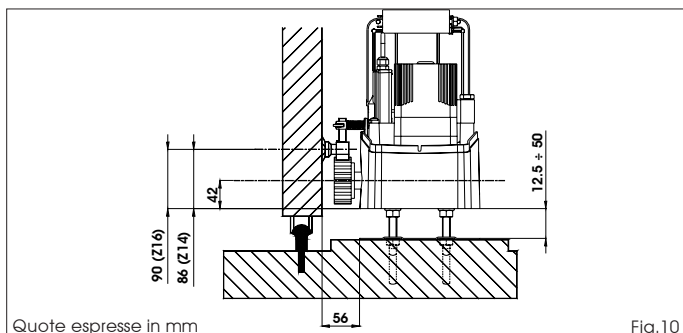

Fig. 10
3) Registrare l'altezza del motoriduttore e la distanza dal cancello con riferimento alle quote di Fig.10.